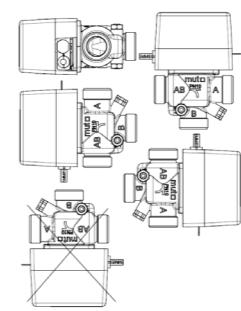

Fig.4
N.B. vietata l'installazione con la valvola capovolta, cioè con il coperchio motore rivolto verso il basso, in quanto potenziale raccoglitore di eventuali perdite o condense di acqua. (fig.4)
N.B. it is forbidden to install with the valve upside-down, namely with the motor cover facing downwards, because it becomes a potential collection point for leaks or water condensate. (fig.4)
MERKE: Eine Installation mit umgekehrtem Ventil, d.h. mit dem Motordeckel nach unten gerichtet, ist verboten, da es zu eventuellen Lecken oder Kondenswasser kommen könnte (Abb. 4).
Illustration fig.1 et fig.2. Sans alimentation électrique, la vanne doit être positionnée comme fig.1: la voie A est fermée, la voie B est ouverte. Le flux du fluide (de voie AB à voie B) se bloque entre le refoulement et le retour de l'installation sans conséquence pour les endroits chauffés. Dans la version PLUS, un robinet de by-pass réglable est prévu afin d'équilibrer l'installation. Avec alimentation électrique, la vanne doit être positionnée comme fig. 2: la voie A est ouverte, la voie B est fermée. Le flux du fluide (de voie AB à voie A) passe du refoulement de l'installation aux collecteurs (donc aux éléments radiants) pour finir au retour de l'installation. N.B. L'installation avec la vanne à l'envers, à savoir avec le couvercle moteur tourné vers le bas, est interdite car elle pourrait recueillir les fuites ou condensations d'eau éventuelles (fig.4).
NOTA: está prohibida la instalación con la válvula volcada, es decir con la tapa del motor hacia abajo ya que podría recoger las eventuales pérdidas o condensación de agua. (fig.4)